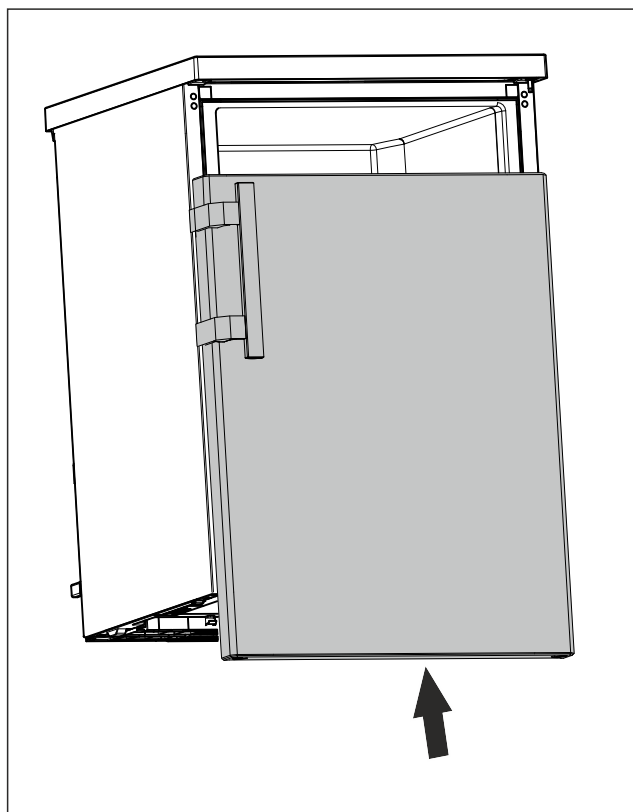

Fig. 23
- ▶ Deslizar la puerta sobre el perno superior cuando esté cerrada. (consulte Fig. 23)